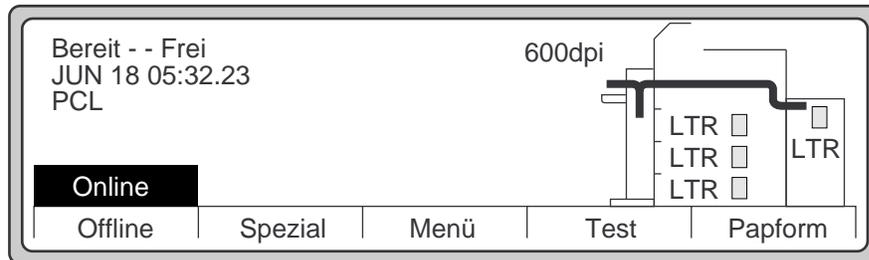

Abbildung 4-31 Hauptmenü
1. Drücken Sie im Hauptmenü die Taste **Menü**. Siehe Abbildung 4-31.